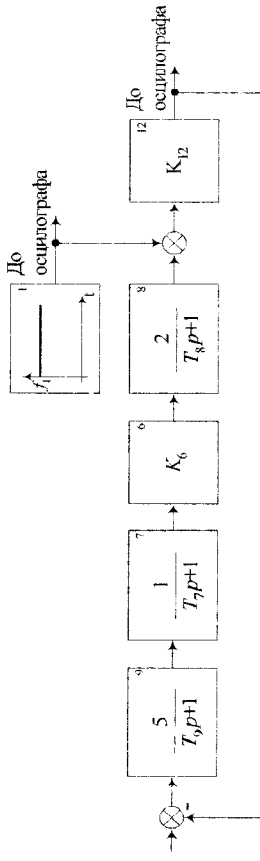

Рис. 9
1. Зібрати динамічну модель системи стабілізації напруги генератора постійного струму з вугільним регулятором за схемою, що зображена на рис. 9.